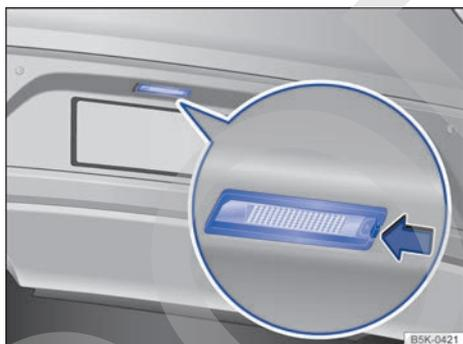

Fig. 180 En el paragolpes trasero: luz de matrícula.
2. Presione la pestaña de encastrado de la unidad de iluminación en el sentido de la flecha → fig. 180.